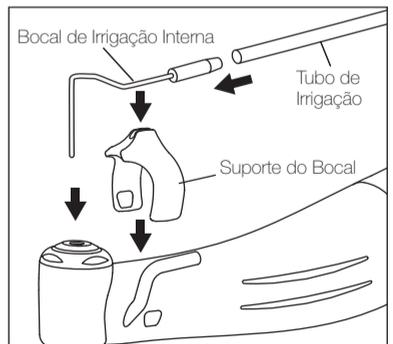

Fig. 7
(2) Bocal de Irrigação Interna (Fig. 7)